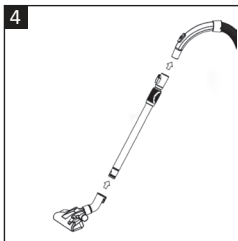

Fig. 4
- Inserte el mango de la manguera de succión (7) en el extremo superior del tubo telescópico (19) y empuje el mango firmemente hasta que encaje en su lugar (**Fig. 4**).
- Inserte el extremo inferior del tubo telescópico (19) en la herramienta de limpieza (16, 18, 19 o 20) y empuje el tubo firmemente hasta que encaje en su lugar (**Fig. 4**). **Gire el tubo ligeramente para facilitar la inserción si es necesario.**